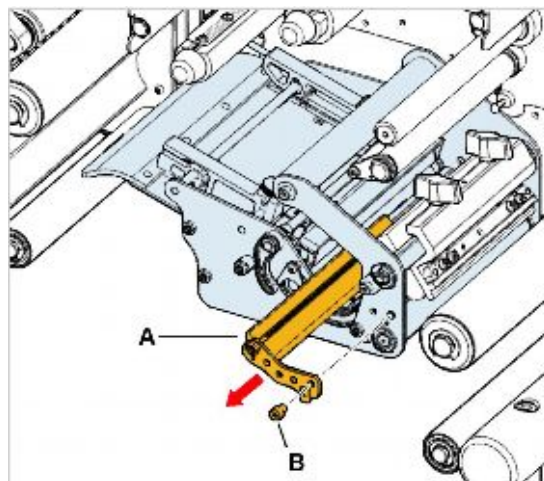

Рис. 18. Извлечение направляющей материала (А)
4. Выверните болт (Рис. 18В) (с помощью ключа Allen №3)
5. Извлеките через боковую сторону принтера направляющие материала (Рис. 18 А).